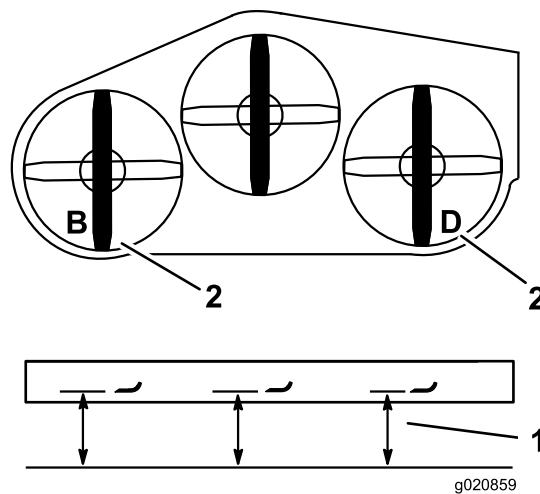

Figura 84
2. Mida la cuchilla izquierda en la posición **B** desde una superficie nivelada hasta el filo de corte de la punta de la cuchilla, y anote esta medida (Figura 84).
3. Mida la cuchilla izquierda en la posición **D** desde una superficie nivelada hasta el filo de corte de la punta de la cuchilla, y anote esta medida (Figura 84).
4. La medida de la posición **B** no debe variar en más de 3 mm (1/8 pulgada) de la medida de la posición **D**. (Figura 84). Si la distancia no es correcta, continúe con los pasos siguientes.